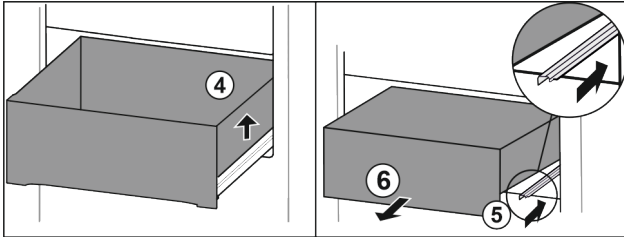

Fig. 16
- ▶ Приподнимите выдвижной ящик справа. Fig. 16 (4)
- ▶ Вставьте правую направляющую. Fig. 16 (5)
- ▶ Извлеките выдвижной ящик движением вперед. Fig. 16 (6)